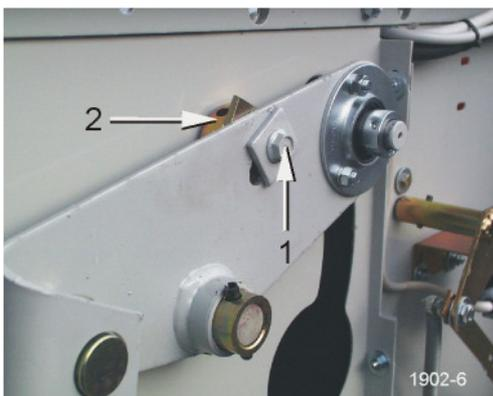

Bild 25
- Sechskantschraube [1] lösen, Exzenter [2] etwas verdrehen und Schraube [1] wieder festziehen (Bild 25).